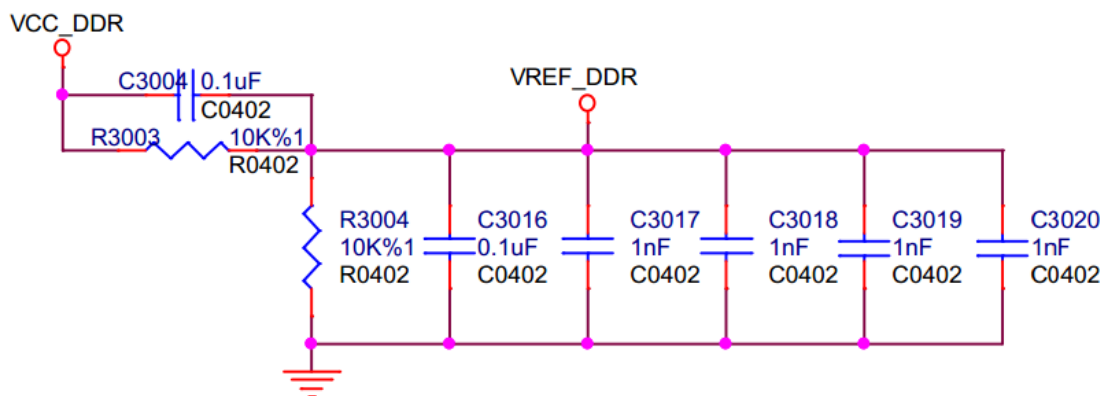

图7-3
- 参考电源分压电阻请确保使用精度 1% 的电阻。VREF_DDR 电源在休眠时不可关闭，故采用 10K 的分压电阻以降低功耗，为保证电源的跟随特性，电阻需要分别并联 0.1uF 电容，如图 7-3 所示；